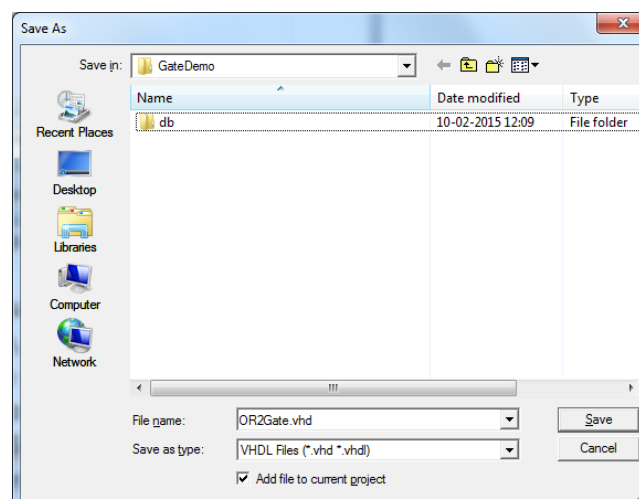

Figura 11 – Caixa de diálogo para gravação do ficheiro “OR2Gate.vhd”.
5. Grave o ficheiro, cujo nome deverá ser “OR2Gate.vhd” (Figura 11).